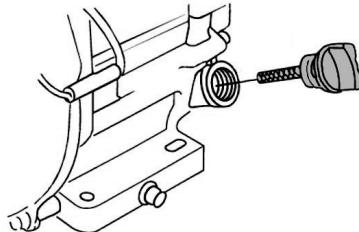

Рис. 6 Крышка-щуп маслозаливной горловины
- Открутите крышку-щуп маслозаливной горловины и извлеките щуп (Рис. 6).
2. Выкрутите крышку-щуп маслозаливной горловины и извлеките щуп (Рис. 6).